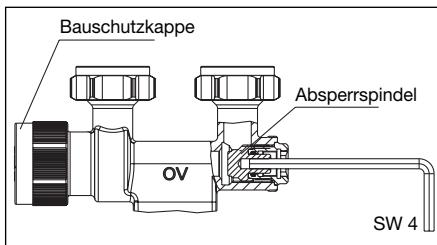

Abb. 6 Absperrn
- Absperrspindel mit Sechskantschlüssel SW 4 durch Rechtsdrehen schließen (s. Abb. 6).
- Die Absperrspindel mit Sechskantschlüssel SW 4 durch Linksdrehen bis Anschlag öffnen (s. Abb. 6). Heizkörper entlüften.